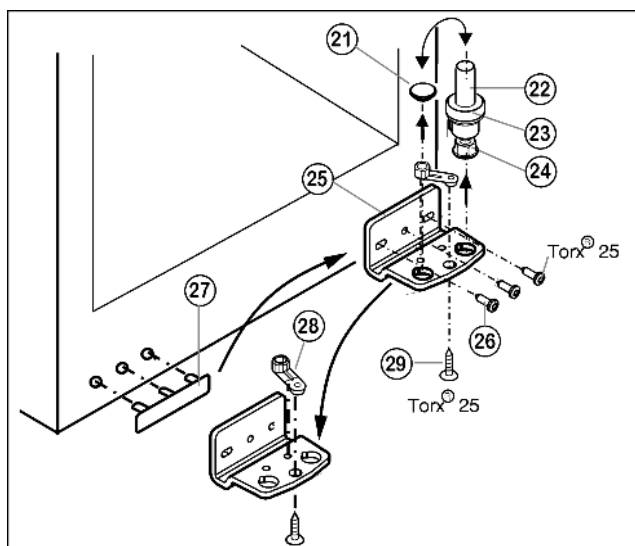

Fig. 5
- ▶ Извлеките опорный винт Fig. 5 (22) в комплекте с шайбой Fig. 5 (23) и регулируемой опорой Fig. 5 (24), вытягивая его вверх.
- ▶ Снимите пробку Fig. 5 (21).
- ▶ Открутите Fig. 5 (26) опорный кронштейн Fig. 5 (25).
- ▶ Открутите Fig. 5 (29) опорную деталь Fig. 5 (28) и, переставив в отверстие на противоположной стороне опорного кронштейна, снова прикрутите.
- ▶ Осторожно снимите и переставьте на противоположную сторону крышку со стороны ручки Fig. 5 (27).
- ▶ Снова прикрутите опорный кронштейн Fig. 5 (25) на новой стороне шарнира (с моментом 4 Нм). При необходимости используйте аккумуляторный шурупверт.
- ▶ Переставьте пробку Fig. 5 (21) в свободное отверстие.
- ▶ Вновь установите опорный винт Fig. 5 (22) в комплекте с шайбой и регулируемой опорой. При этом фиксатор должен быть направлен назад.